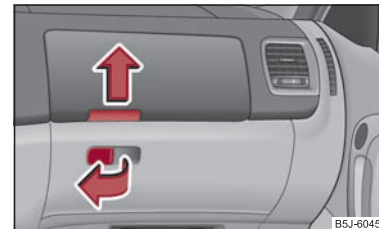

Abb. 79 Schalttafel: Ablagefächer auf der Beifahrerseite
- Ziehen Sie den Griff der Klappe in Pfeilrichtung ⇒ Abb. 79 und klappen Sie diese auf.